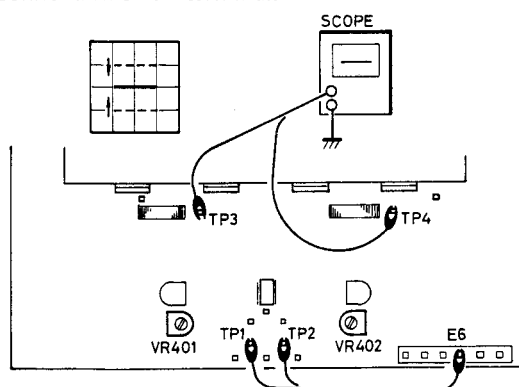

Fig. 1
Before making adjustment, short-circuit pin E6 to pin TP3 (TP4 for R-ch) on H-AF-119 p-c board, to avoid servo effect. (Fig. 1)
2. Connect the oscilloscope to pin TP3 (TP4 for R-ch) on main amp p-c board. Set volume control of the amplifier to minimum position. Turn on the power. When DC output appears on the screen (the trace will shift upwards or downwards as shown in Fig. 1), adjust potentiometer VR401 (VR402 for R-ch) on H-AF-119 p-c board so that the DC voltage present at the test point is 0V±50mV.
1. Régler la commande de gain vertical de l'oscilloscope sur 0,1 V/cm et la commande d'entrée verticale sur GND. Amener la trace en position centrale sur l'écran; amener ensuite la commande d'entrée verticale sur la position CC. Avant d'effectuer ce réglage, court-circuiter la broche E6 et la broche TP3 (TP4 pour le canal de droite) sur la plaquette de circuit imprimé H-AF-119 afin d'éviter l'effet de rétroaction (Fig. 1).
2. Brancher l'oscilloscope sur la broche TP3 (TP4 pour le canal de droite) sur la plaquette du circuit d'amplification principal. Régler la commande de volume de l'ampli sur la position minimum. Mettre sous tension. Lorsque la sortie CC apparaît sur l'écran (la trace est décalée vers le haut ou vers le bas comme illustré sur la Fig. 1), ajuster le potentiomètre VR401 (VR402 pour le canal de droite) sur la plaquette H-AF-119 de façon à ce que la tension CC observée sur le point de mesure soit de 0 V±50 mV. Une fois le réglage terminé, débrancher le circuit de mise à la masse de la borne TP.